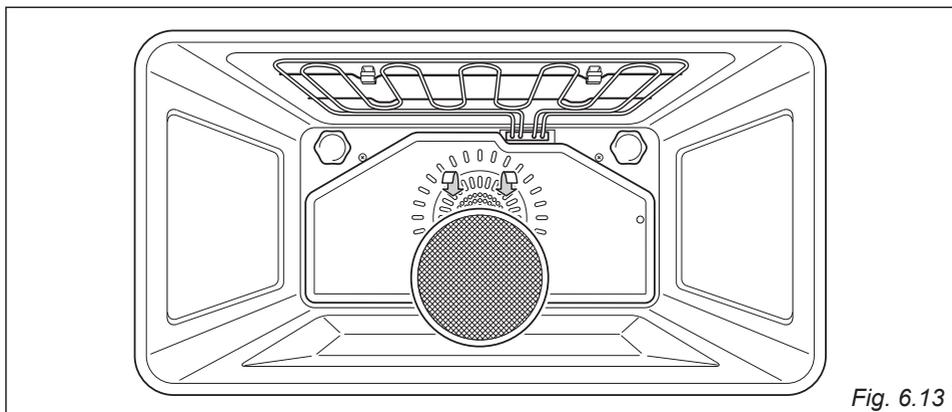

Fig. 6.13
- Existe una placa especial en la parte posterior del horno para atrapar las partículas de grasa, sobre todo cuando se asa la carne (fig. 6.13).
- Inserte el filtro de grasa en la parte posterior del horno como muestra la fig. 6.13.